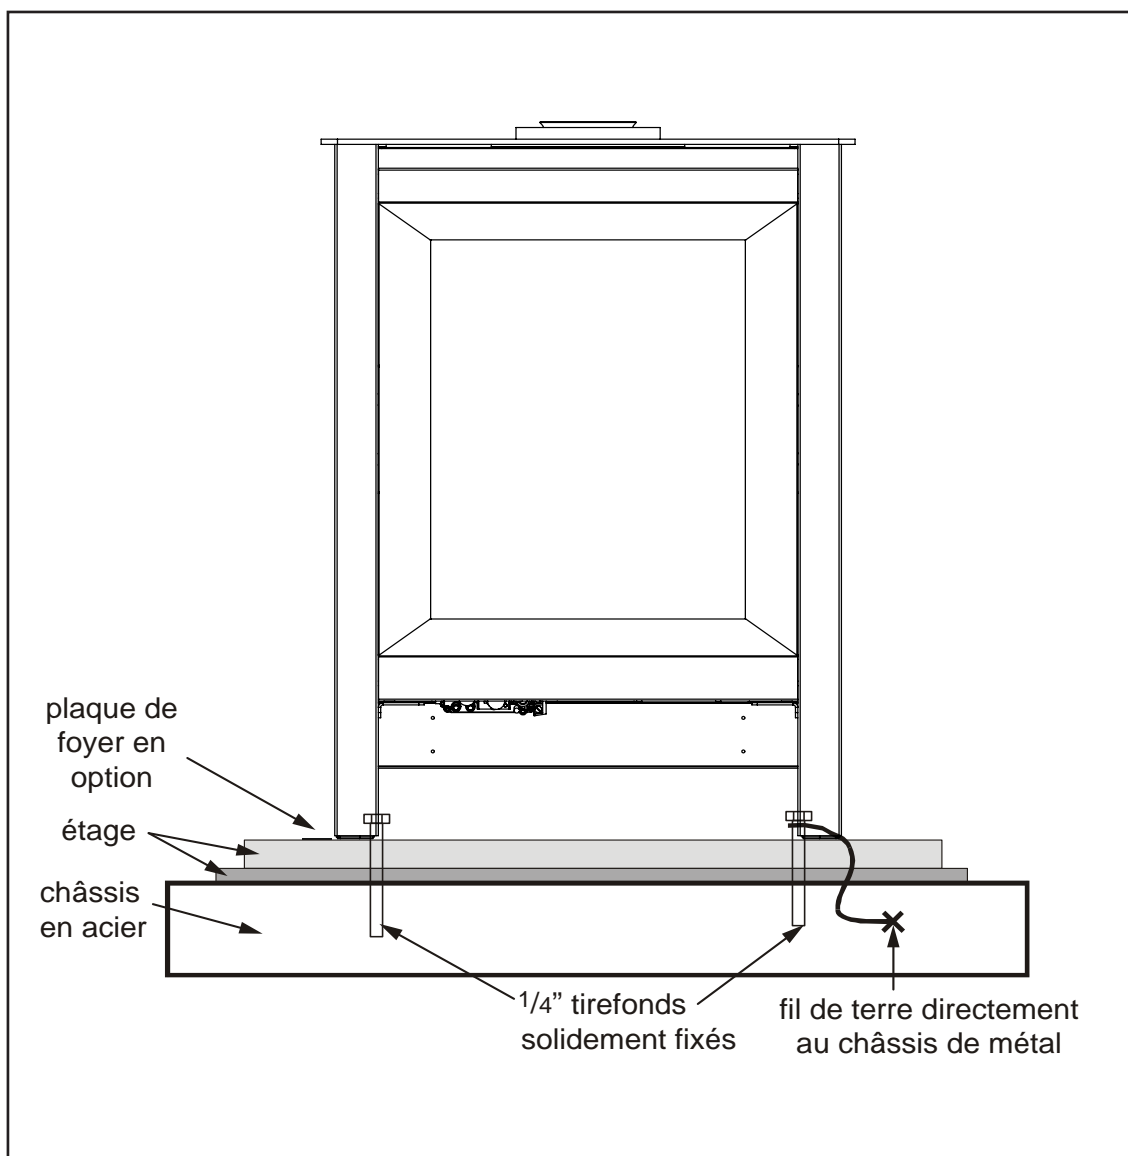

Figure 24: installation correcte de la maison mobile
- Avec un tournevis T20 enlever les trois vis avant et arrière trois vis sur chaque panneau latéral de l'armoire. Retirer les panneaux latéraux de l'armoire (voir figure 24)
- Fixez le S20 au sol en utilisant les deux trous (un de chaque côté) dans le socle et le foyer pad (le cas échéant) (voir figure 24).